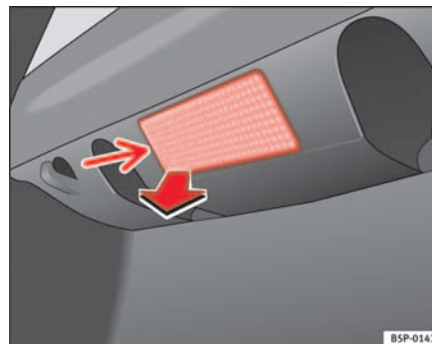

Abb. 194 Gepäckraumbeleuchtung
- Das Lampenglas der Glühlampe durch Druck mit einem Schraubenzieher auf dessen Unterkante -Pfeil- abnehmen ⇒ Abb. 194. ►